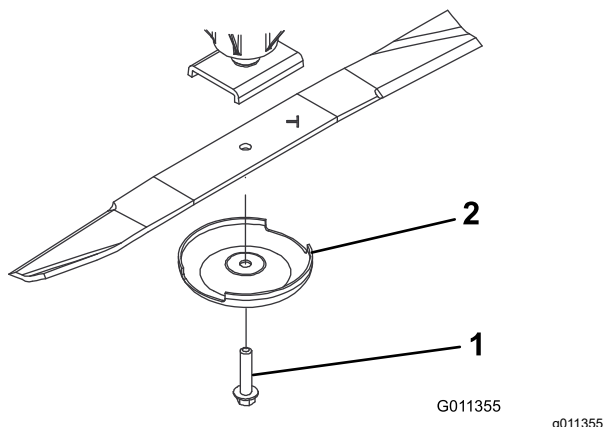

図 124
3. スピンドルのシャフトからブレードボルト、芝削り防止カップ、ブレードを取り外す 図 124。